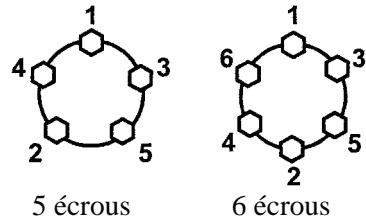

Figure 6
**c**- En suivant la séquence de serrage de la figure 6, serrer les écrous de roues selon le couple de serrage de l'étape 1. En suivant une deuxième fois la séquence de serrage, serrer les écrous de roue selon le couple de serrage de l'étape 2. En suivant une troisième fois la séquence de serrage, serrer les écrous de roue selon le couple de serrage de l'étape 3.